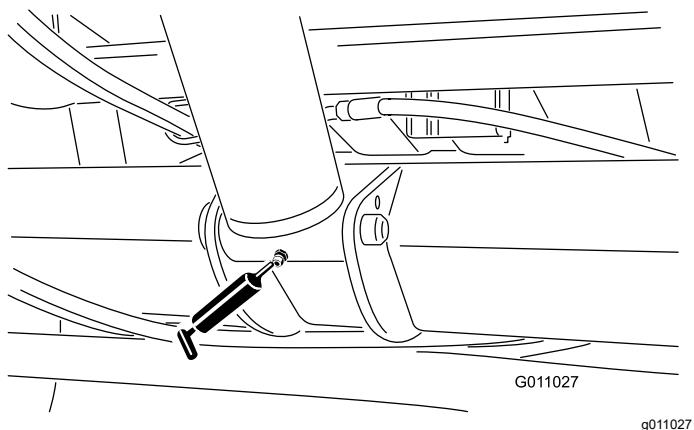

Figura 35
- Cilindro di sollevamento (2) (Figura 35)